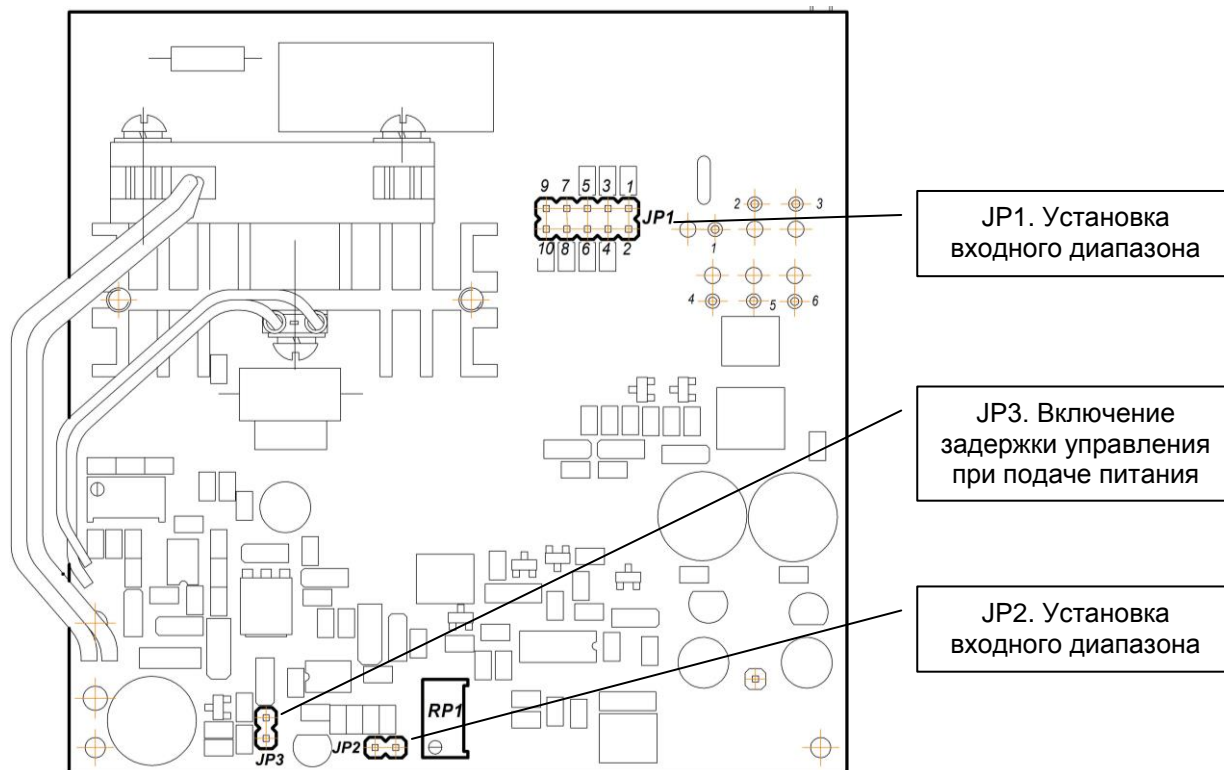

Рисунок 5.2 – Положение переключек на плате блока БУС-21
5.2.2 Для переналадки блока на другие типы входного сигнала используйте рисунок 5.2 и таблицы 5.2.1 и 5.2.2.